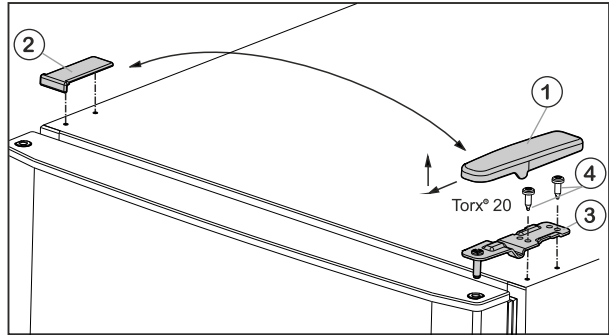

Fig. 4
- Tõmmake kate Fig. 4 (1) suunaga ette- ja ülespoole maha.
- Tõstke kate Fig. 4 (2) pealt ära.
- Kruvige ülemine laagritugi Fig. 4 (3) küljest ära (2 tk Torx® 20) Fig. 4 (4) ja tõmmake ülespoole maha.
- ▶ Pange ülemine laagritugi Fig. 4 (3) uuel šarniiriküljel ukse sisse.
- ▶ Kruvige ülemine laagripukk **tugevasti (4 Nm)** külge (2 korda Torx® 20) Fig. 4 (4). Kasutage vajaduse korral akutrelli.
- ▶ Pange kate Fig. 4 (1) vastasküljel väljastpoolt peale ja fikseerige.
- ▶ Pange kate Fig. 4 (2) vastasküljel ülaltpoolt peale ja fikseerige.